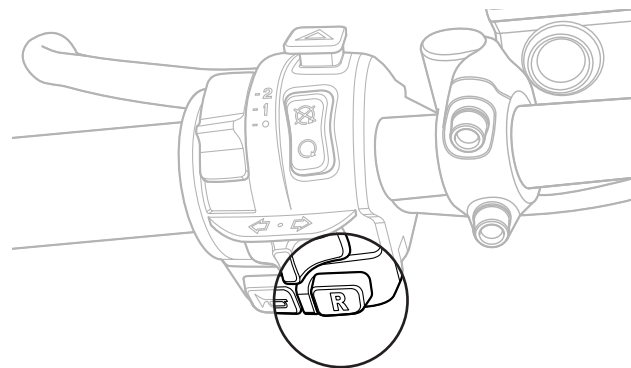

Figura 30: Premere e tenere premuto l'interruttore Retromarcia mentre si fa marcia indietro
2. Premere e tenere premuto l'interruttore Retromarcia (**R**) sul Comando manubrio sinistro con il pollice sinistro (**Figura 30**).